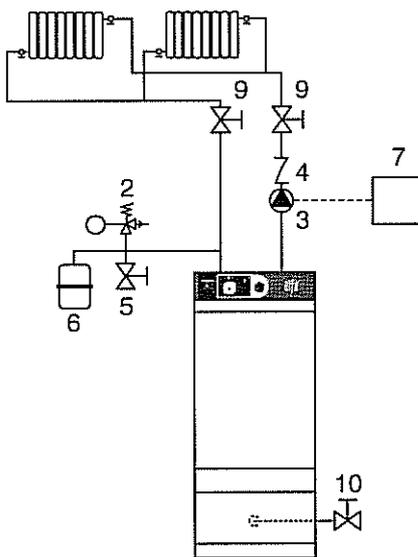

Fig. 2a: Schéma hydraulique avec circulateur contrôlé par un thermostat d'ambiance.
2.2.4.1 Exemples de raccordement simple circuit (fig 2a, 2b)